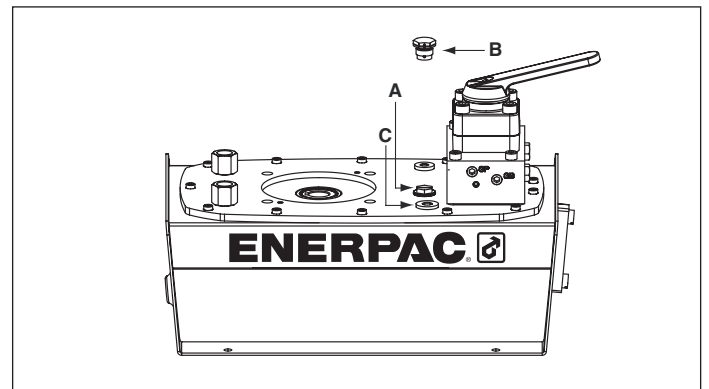
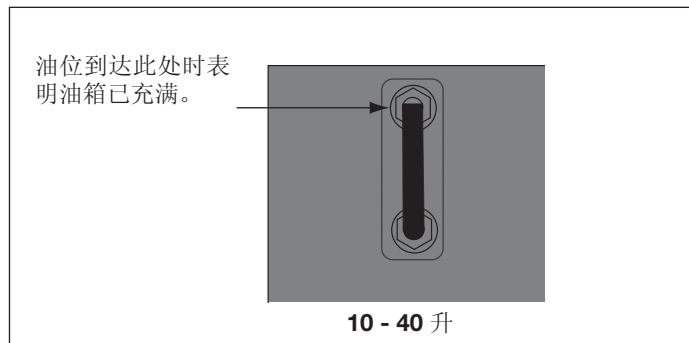

图 2 - ZG 通气装置安装图
图 4
4.1 油箱通气管帽（见图 2）
启动前检查泵的油位，必要时，从盖板上拔掉 SAE #10 塞，然后给泵加油（见图 2）。当油位到达观察孔顶部时，就表明油箱已充满。（见图 4）